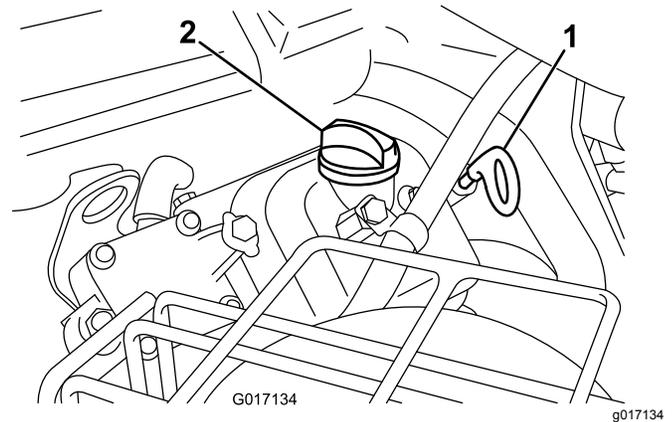

Figura 38
3. Introduzca la varilla en el tubo y enrósquela en el tubo (Figura 38).